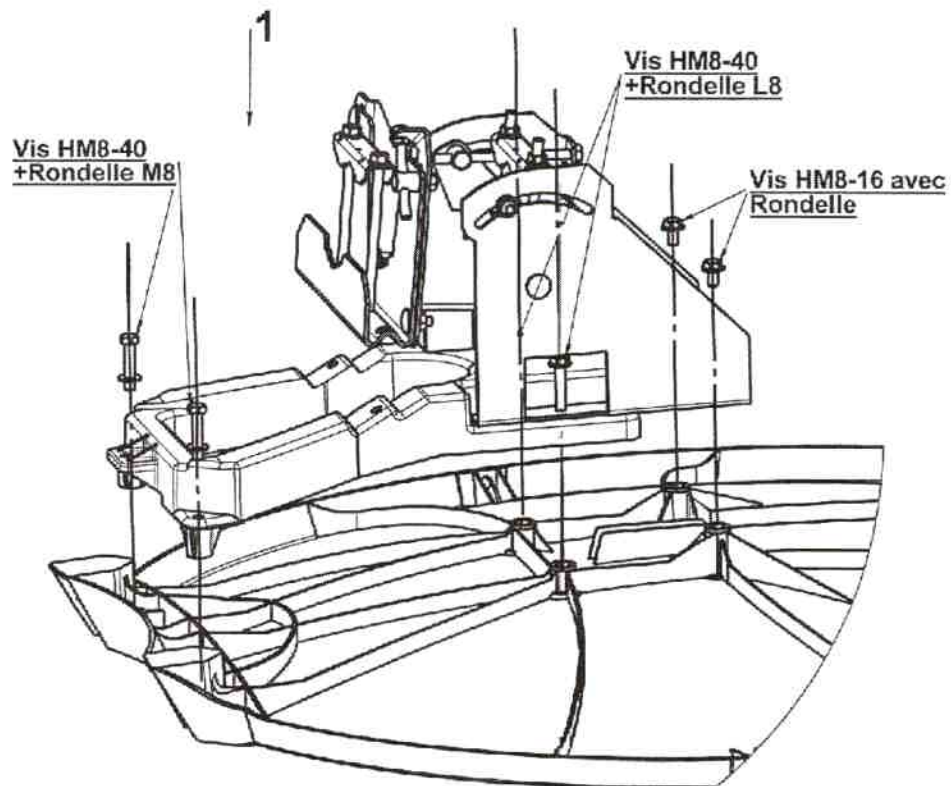

Fig 1
- 1- Poser le réflecteur principal à plat et fixer la monture prémontée en utilisant les vis HM 8-16 avec rondelle $\times 2$; vis HM 8-40 et rondelle L8 $\times 4$ comme indiqué Fig 1.